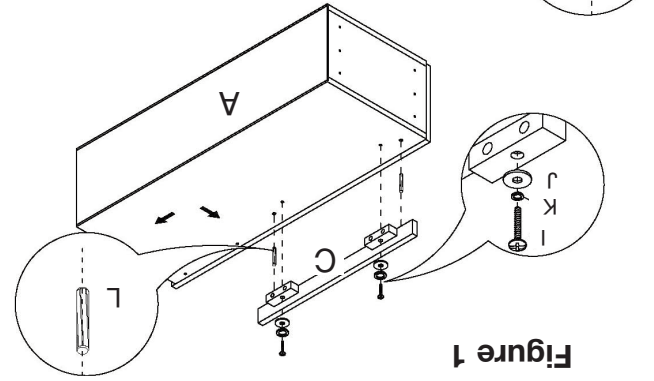

Figure 1
2. Posez le panneau latéral gauche (A) sur une surface propre et lisse comme l'indique la figure 1. Insérez les goujons de 30 mm (L) dans les trous percés au préalable dans la base. Glissez le montant avant gauche (C) sur les goujons et fixez-le en insérant les vis cruciformes de 25 mm (I), les rondelles à ressort (K) et les rondelles plates (J) dans les trous percés au préalable (voir le médaillon de la figure 1).